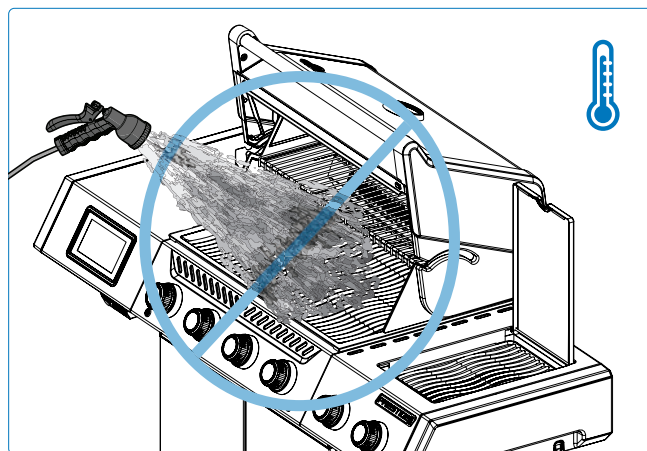

Fig. 20
1. Non spegnere mai una fiamma né controllare le fiammate con acqua (**Fig. 20**).